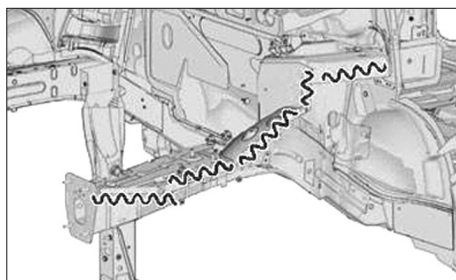

FIG. 34
- Appliquer une colle de calage (Fig.34).